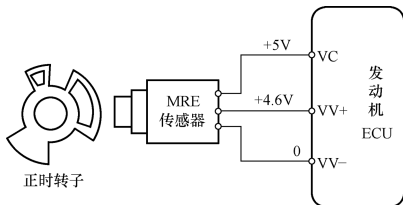

图 1-208 MRE 传感器的连接电路
(1) **工作电压的检测** 关闭点火开关,断开凸轮轴位置传感器,打开点火开关至“ON”位置,用万用表检查 VC 端子与 VV- 之间的电压,应为 5V。如果没有 5V 电压,应分别检查与 ECU 间电路的连接情况。如果电路正常,则发动机 ECU 有故障,如图 1-208 所示。